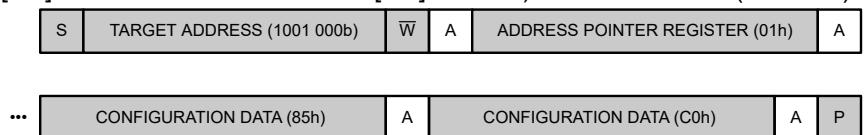
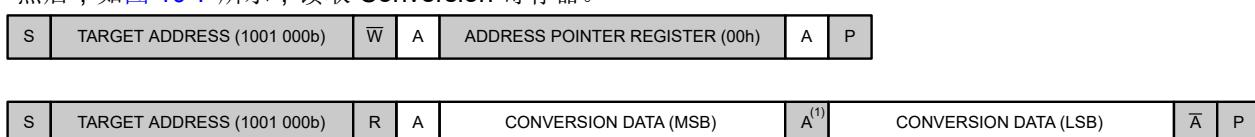
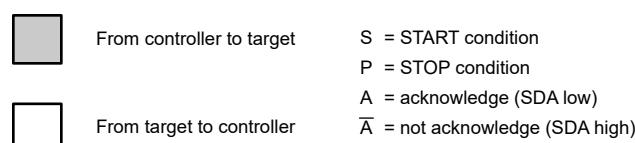

图 10-5. 对 Configuration 寄存器进行写入
图 10-7. 读取 Conversion 寄存器
图 10-8. I²C 序列图的图例
- 然后，如图 10-7 所示，读取 Conversion 寄存器。
为了节省时间，还可以在读取转换结果（步骤 3）之前启动新的转换（步骤 4）。图 10-8 列出了图 10-5 至图 10-7 的图例。